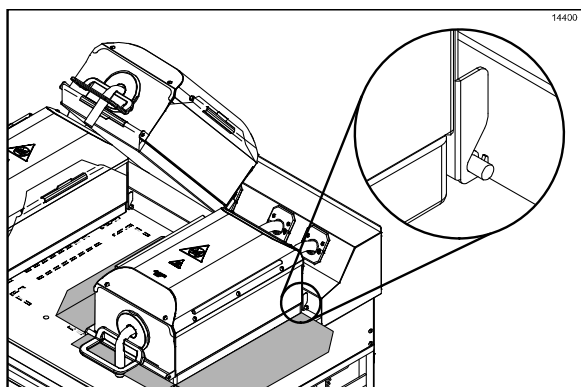

图 9
2. 将铁弗龙不粘膜固定杆卡入护套上的卡钩内。（请见图 9）